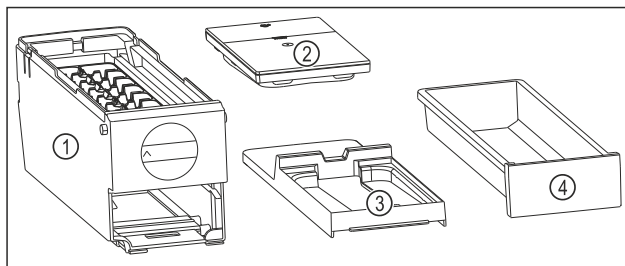

Fig. 174 Компоненти EasyTwist-Ice
- EasyTwist-Ice складається з чотирьох частин. (див. Fig. 174)
- Розбирайте EasyTwist-Ice тільки на зображені компоненти. (див. Fig. 174)
- Очистіть корпус EasyTwist-Ice Fig. 174 (1) без розбирання.